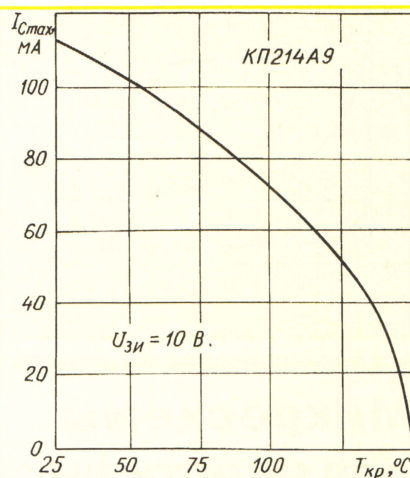

Рис. 2
* При увеличении температуры окружающей среды до 125°C ток стока необходимо уменьшать (при условии неперевышения значения наибольшей рассеиваемой мощности) вплоть до нуля в соответствии с графиком на рис. 2.